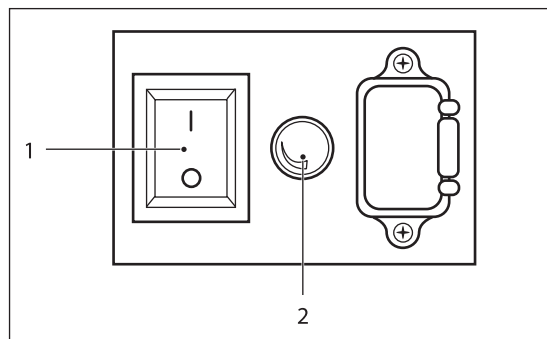

Рис. 5
Включите кнопку электропитания (1) на корпусе опрыскивателя (рис. 5), отрегулируйте напор, поворачивая регулятор (2).